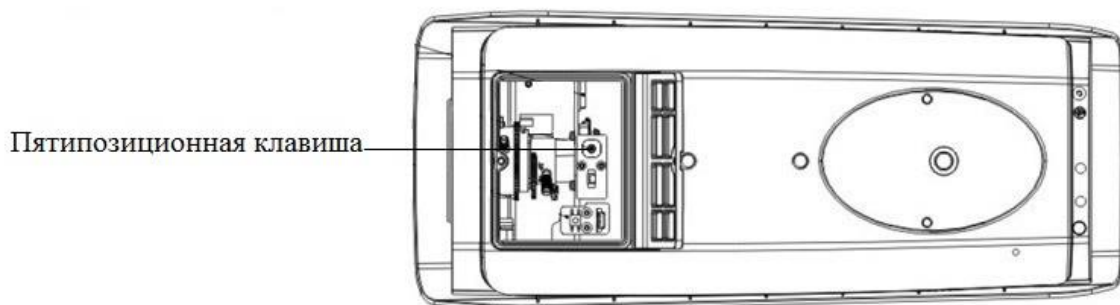

Рисунок 5
4.5 Камера оборудована моторизированным вариофокальным объективом, настройка фокусного расстояния и подстройка резкости предполагается через web-интерфейс камеры. При необходимости можно выполнить настройку фокусного расстояния вручную с помощью пятипозиционной клавиши (рис. 5).